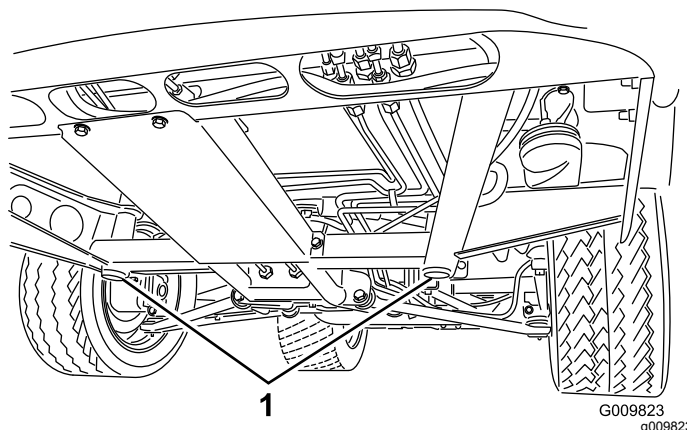
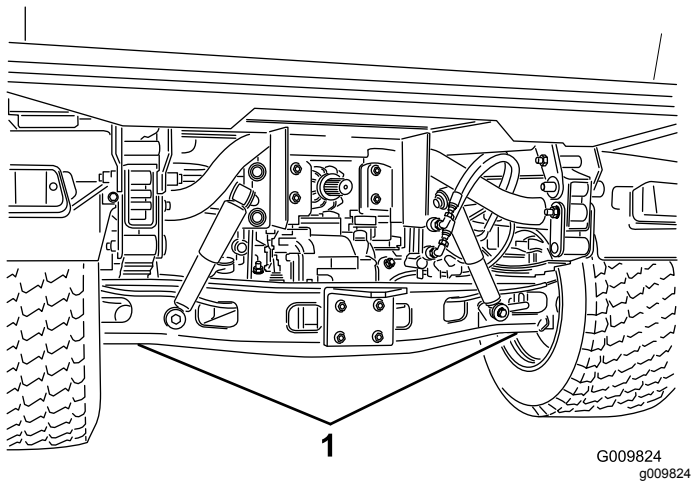

Figure 37
Figure 38
- Le point de levage au cric avant se trouve sous le support de cadre central avant (Figure 37), et le point arrière se trouve sous l'essieu (Figure 38).